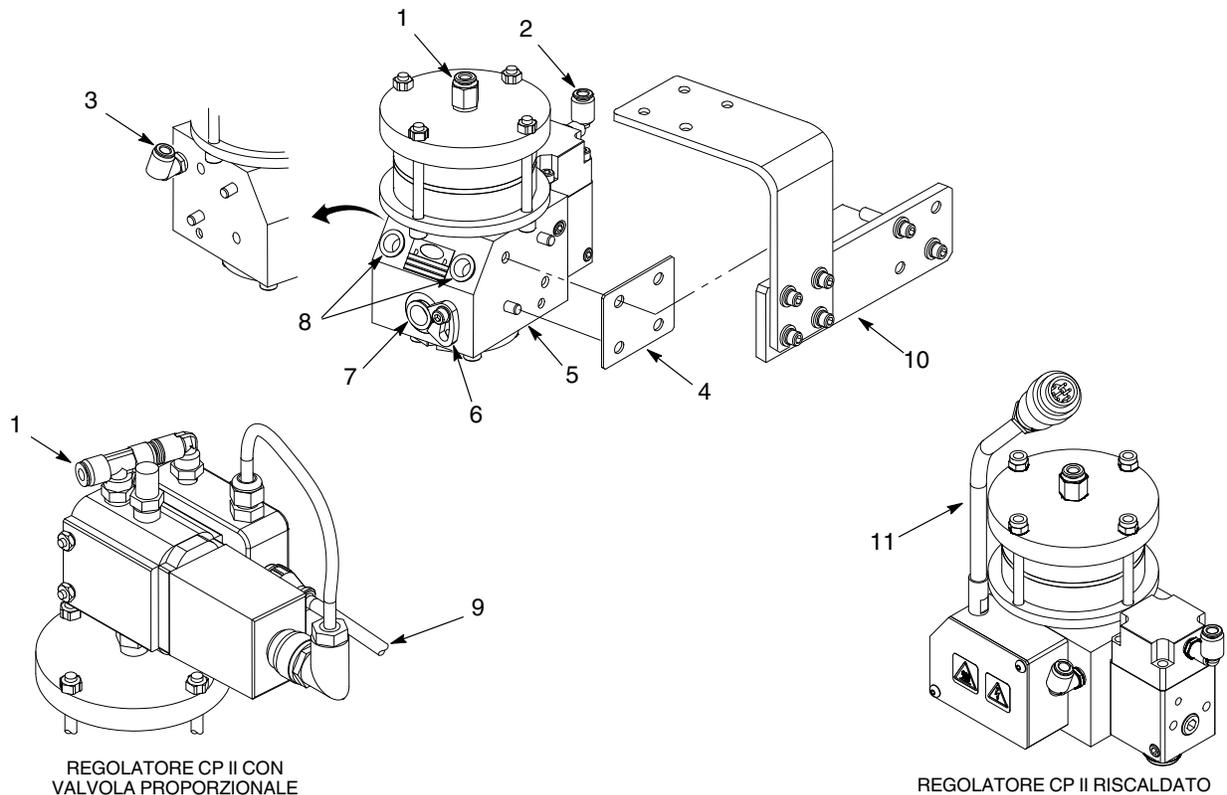

Figura 6 Smontaggio del regolatore CP II dal sistema di erogazione
1. Vedi figura 6. Eseguire quanto segue:
- raccordo per il condotto dell'aria di alimentazione (1)
- raccordi chiusura aria (2) e apertura aria (3)
- se usati, agli attacchi per l'alimentazione dell'acqua di condizionamento della temperatura (8)
- all'attacco del condotto del materiale (7).
3. Rimuovere la chiave di bloccaggio (6) che fissa il condotto del materiale. Rimuovere il condotto del materiale.